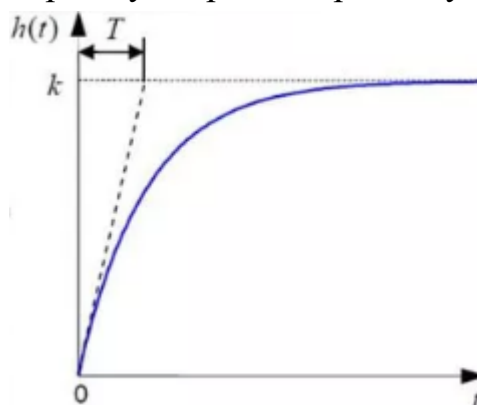

Рисунок 15. Переходная функция аперидического звена
21. Фиксируем осциллограмму. Строим переходную функцию (рис. 15).